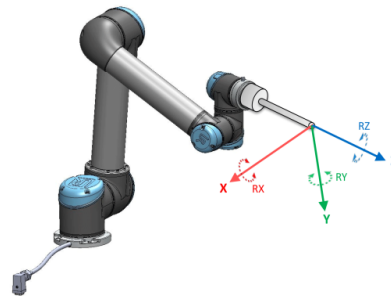

FIGURE 13.2 – Fonction de l'outil (PCO)
- La Fonction de l'outil se trouve au centre du PCO (point central de l'outil) actuel (voir figure 13.2)